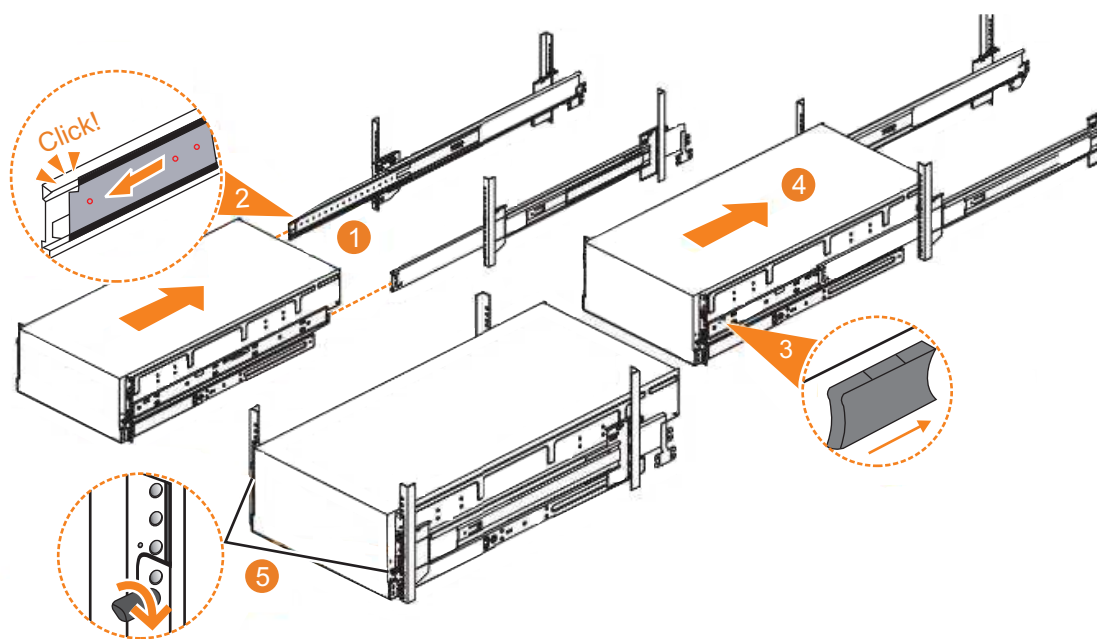

Figure 61. Remplacement du boîtier 2145-92F dans l'armoire
1. Déployez complètement les sections de tiroir gauche et droit de l'armoire pour verrouiller les glissières dans la position étendue (**1** dans la figure 61).
2. Veillez à ce que le dispositif de retenue du roulement à billes se mette en place à l'intérieur de l'avant des sections gauche et droite du tiroir (**2** dans la figure 61).
6. Localisez les pattes de déverrouillage bleues gauche et droite à proximité de l'avant du boîtier. Appuyez sur les deux pattes de déverrouillage vers l'avant pour déverrouiller le mécanisme du tiroir (**3** dans la figure 61, à la page 76).
7. Poussez fermement le boîtier dans l'armoire (**4** dans la figure 61, à la page 76).
8. Serrez les vis moletées de verrouillage (**5** dans la figure 61, à la page 76) pour sécuriser le boîtier de l'armoire.